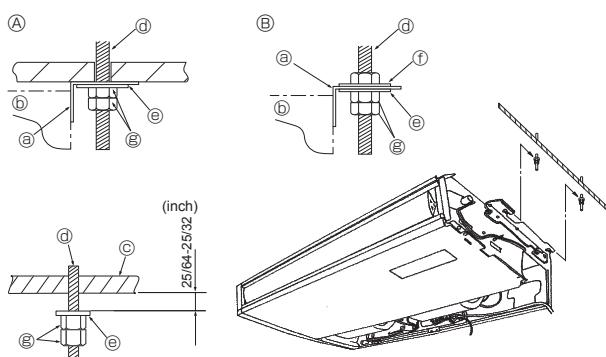

Fig. 3-6
⑨ Si fuerza la rejilla de entrada al abrirlo o si la abre a un ángulo superior a 120° podría dañar las bisagras.
3.3. Instalación de la unidad interior (Fig. 3-6)